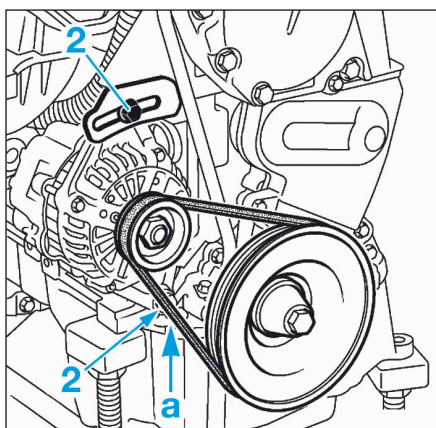

FIG.2
- Desserrer les vis (2) de l'alternateur (Fig.2).